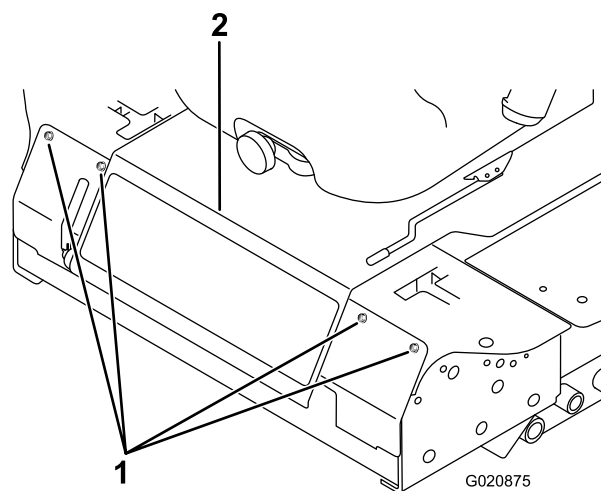

Figura 53
3. Retire os parafusos que fixam o painel dianteiro e retire o painel (Figura 53).